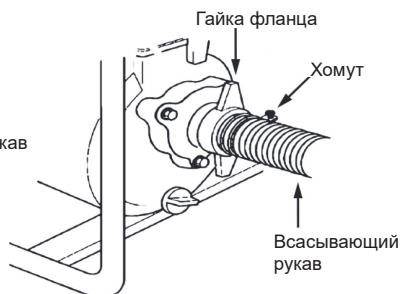

Рис. 3
6. Подсоедините к патрубку армированный всасывающий рукав и надёжно закрепите его хомутом, как показано на Рис. 3.